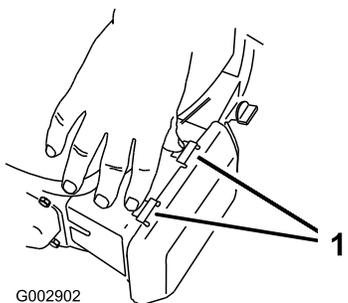

図 37
1. エアクリーナカバーの上部についているラッチのタブを押す 図 37。